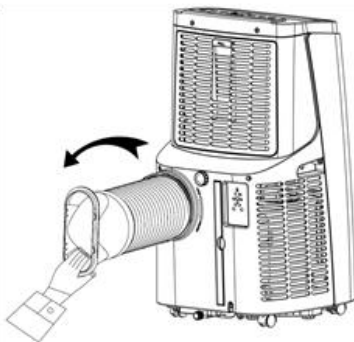

Figura 1
2) Inserire il gruppo tubo di calore (estremità del giunto di scarico) nell'apertura di ventilazione sul pannello posteriore (spingere verso sinistra) e completare il montaggio (come mostrato nella Figura 1).